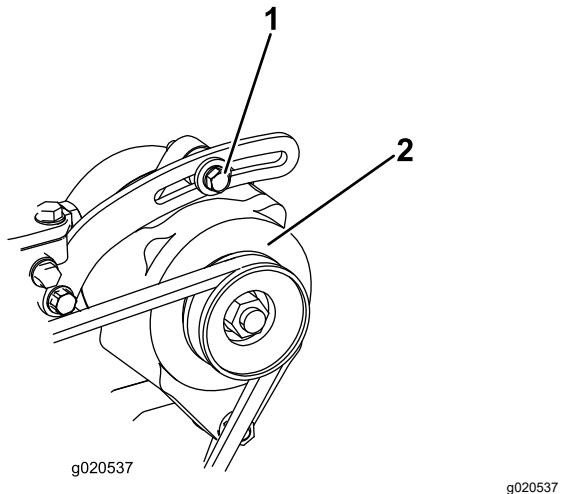

図 91
1. たわみが10mmでない場合には、オルタネータ取り付けボルトをゆるめる図 91。